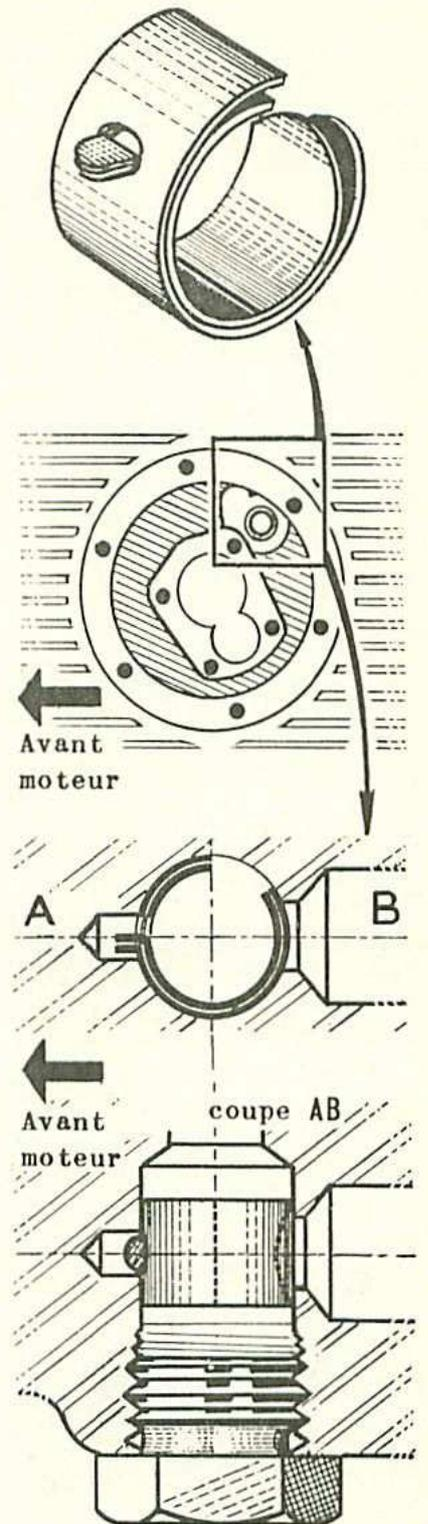

Fig. 8. — Vue des clapets ressorts et de leur emplacement.
- Déposer le bouchon et les 2 clapets-ressorts (fig. 8).